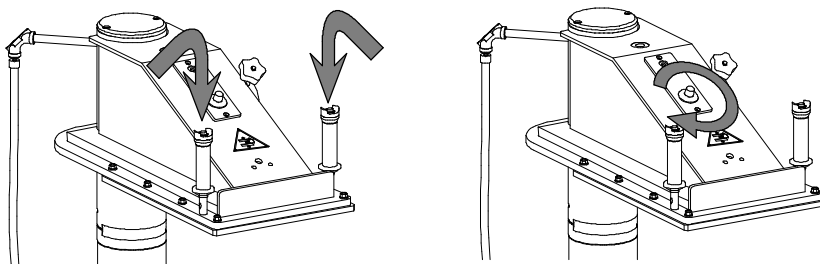

Fig. 15
f) Per azionare la macchina si devono premere i due pulsanti **contemporaneamente** (Fig. 15), essendo la macchina dotata di sincrotemporizzazione elettrica (circa 3-10 secondi). Rilasciare i pulsanti solamente quando il braccio inizia la risalita. Il potenziometro ha la funzione di regolare la potenza di taglio.